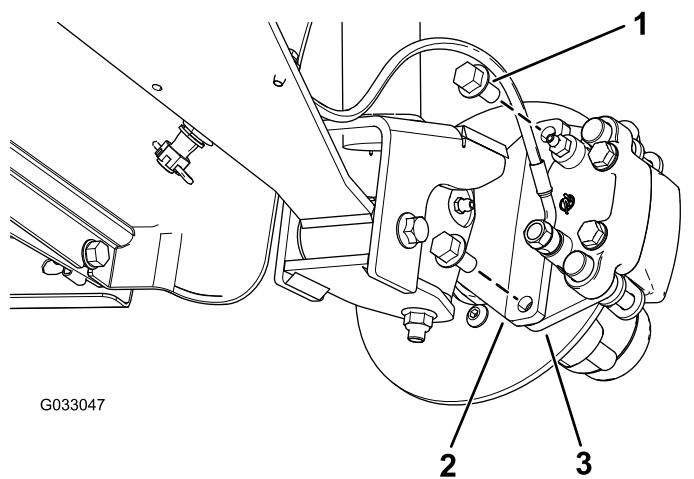
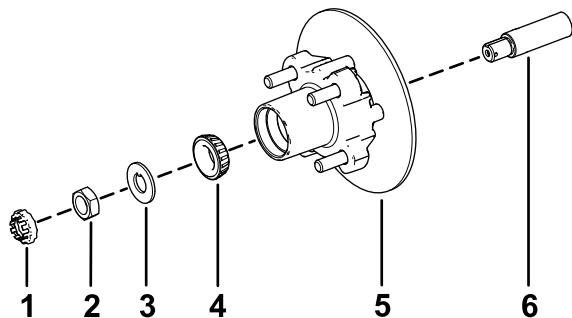

Figura 33
Figura 37
3. Retire os parafusos de cabeça flangeada ($\frac{3}{8} \times \frac{3}{4}$ pol.) que prendem o suporte para o conjunto dos travões ao eixo e afaste o travão do eixo (Figura 33).
1. Aplique uma leve camada do lubrificante especificado no eixo (Figura 37).
2. Monte o cubo e o rotor no eixo com o rotor interior (Figura 37).
3. Monte o rolamento exterior no eixo e coloque o rolamento na correia exterior (Figura 37).
4. Monte a anilha com patilha no eixo (Figura 37).
5. Enrosque a porca do eixo no eixo e aperte a porca com 15 N·m, enquanto roda o cubo para assentar o rolamento (Figura 37).
2. Alinhe as pastilhas dos travões com cada lado do rotor (Figura 33) e os orifícios no suporte da pinça com os orifícios na montagem dos travões da estrutura do eixo (Figura 37).
3. Prenda o suporte da pinça à estrutura do eixo (Figura 33) utilizando os dois parafusos de cabeça flangeada ($\frac{3}{8} \times \frac{3}{4}$ pol.).